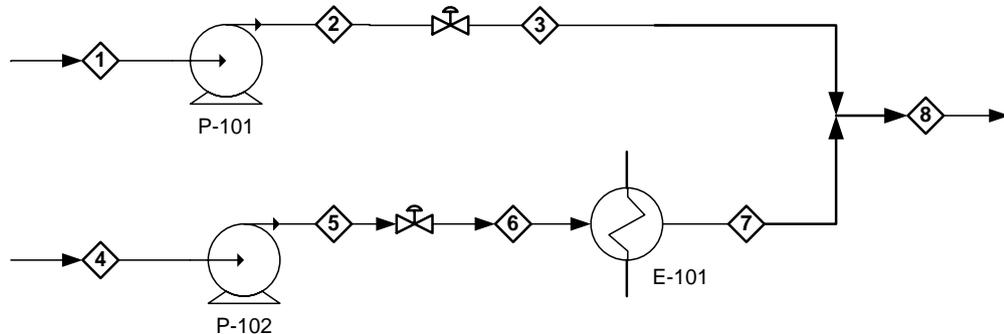

Figura 5. Proceso de mezcla previa.
3. En el diagrama de la **Figura 5**, la presión de la corriente P8 debe mantenerse en 200 kPa. Las corrientes 1 y 4 provienen de un tanque de almacenamiento, por lo tanto, la presión se mantiene constante en 100 kPa. También para el caso base se conoce que $P_3 = 225$ kPa, $P_5 = 375$ kPa, $P_6 = 250$ kPa y el flujo másico de la corriente 1 es 15500 kg/h.